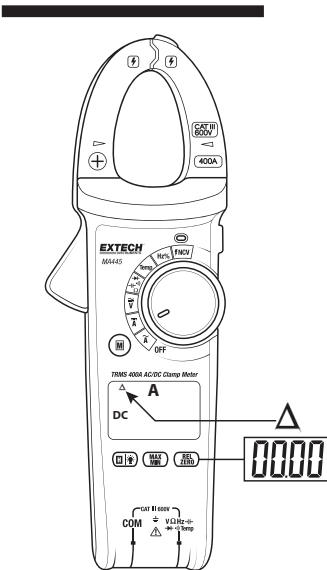
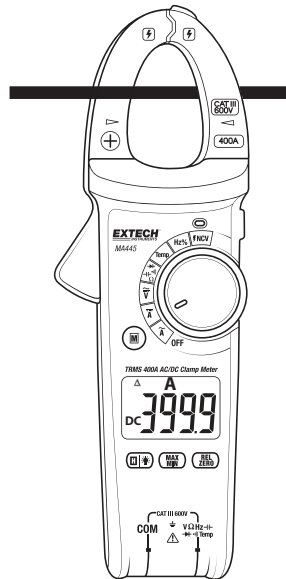

Fig. 3 – Cero ACD Antes de medir
Fig. 4 – Medición ACD
3. Sin conductor alguno en la pinza, presione y sostenga el botón REL ZERO y ponga en cero cualquier magnetismo residual. Ver Fig. 3 y Fig. 4